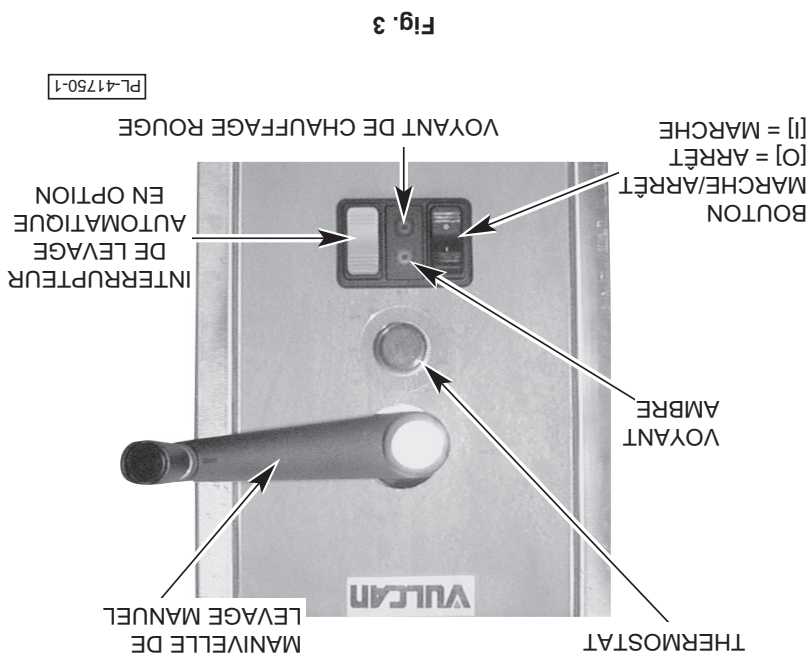

Fig. 3
2. Le levage de la brossière est contrôlé par l'interrupteur à bascule gris situé sur le panneau de commande (voir fig. 3).
BRAISIÈRES ÉLECTRIQUES Commandes (voir fig. 3)
Commandes (fig. 3)